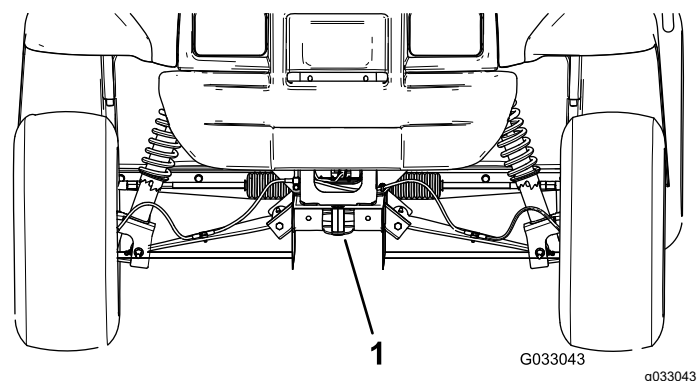

図 24
- ・ 車両前部のジャッキアップポイントは、牽引トングの後ろのフレーム前部です 図 24。